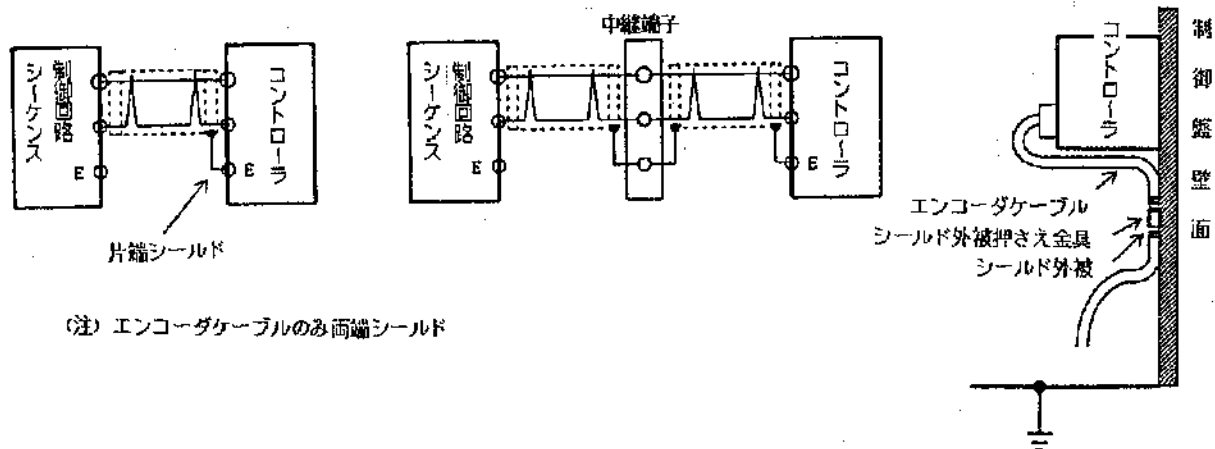

図4-3 シールド外被の処理
- (1) シールド外被は、確実にコントローラコネクタのシールドアース接続端子に接続し、もう一方の端は開放して下さい。(図4-3 左図)
- (2) シールド線は極力中継しないで下さい。中継する場合には、中継端子部のシールド接続を確実に行って下さい。(図4-3 中央図)
- (3) エンコーダフィードバック信号用ケーブルについては、両端をコントローラコネクタ及びエンコーダコネクタの各シールドアース接続端子に接続して下さい。特にノイズ環境が悪い場合には、コントローラの近距離でエンコーダケーブルのシース (ビニール) を剥し、シールド外被を直接制御盤に接地する事がより効果的です。但し、コントローラケースを取付ける壁面を制御盤のアース端子と同電位にして下さい。また、壁面とコントローラケース間にゴム等の絶縁物を入れないで下さい。(図4-3 右図)